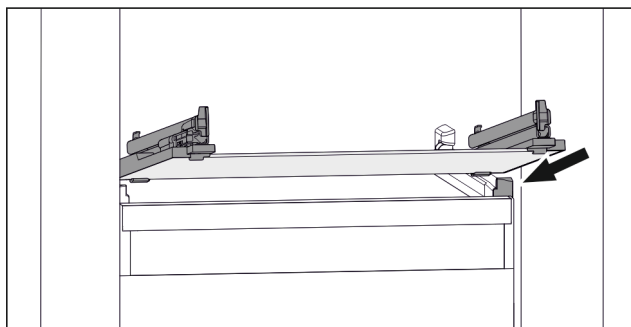

Fig. 75 Примерное отображение стеклянной пластины
- ▶ Наклоняя вниз, установите стеклянную пластину за стопоры. (см. Fig. 75)